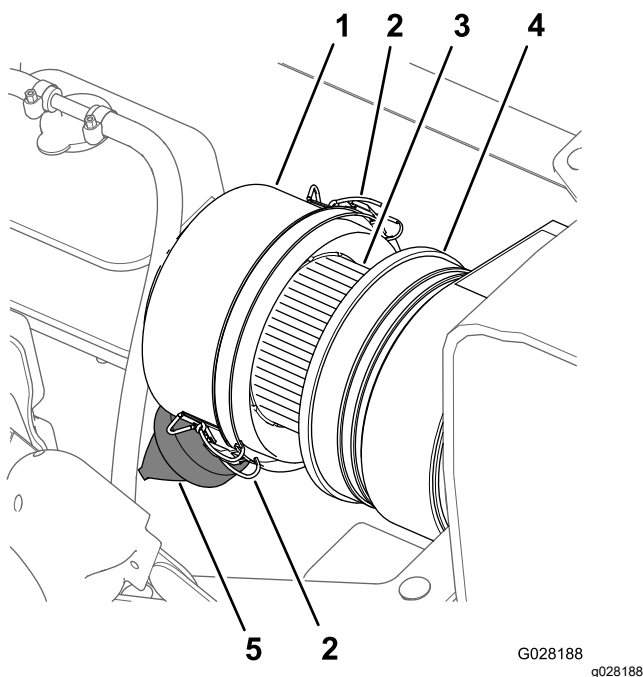
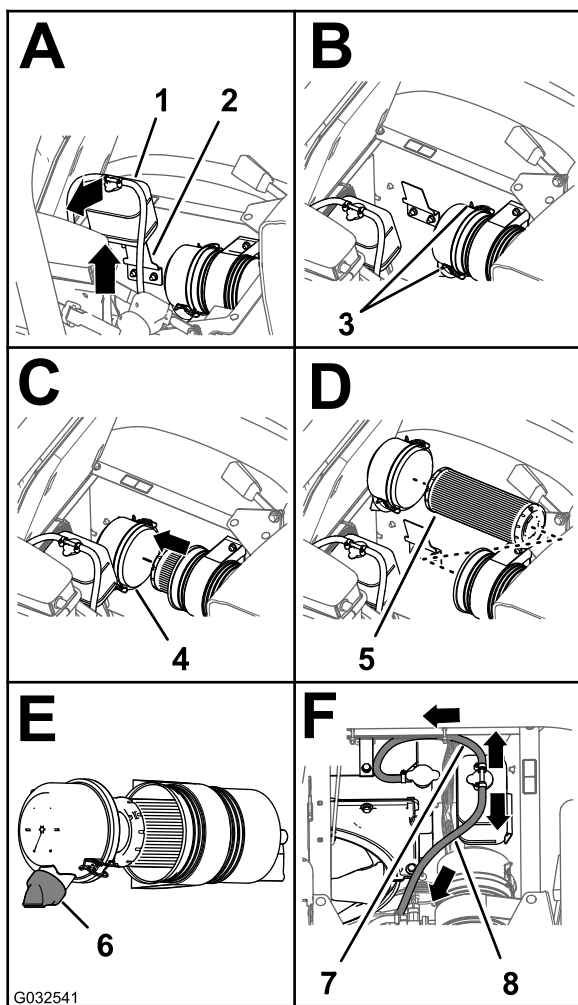

Figure 76
Figure 77
3. Nettoyez le capuchon antipoussière et le boîtier du filtre à air (Figure 76).
5. Pressez la valve à poussière pour éliminer les saletés, la poussière et les débris (Figure 76).
7. Vérifiez que l'élément du filtre à air ne présente pas de dépôts excessifs de poussière, saleté ou débris (Figure 76).
8. Reposez le capuchon antipoussière sur le boîtier du filtre à air et fixez-le en place avec les 2 attaches (Figure 76).
2. Nettoyez le capuchon antipoussière et le boîtier du filtre à air (Figure 76).
3. Soulevez le réservoir de trop-plein de liquide de refroidissement pour le déposer de son support (Figure 77).
4. Recherchez sur le boîtier du filtre à air des dommages susceptibles d'occasionner des fuites d'air (Figure 76).
4. Desserrez les 2 attaches qui fixent le capuchon antipoussière sur le boîtier du filtre à air (Figure 77).
6. Nettoyez l'intérieur du capuchon antipoussière, du boîtier du filtre à air et de la valve à poussière avec un chiffon humide (Figure 76 et Figure 77).
7. Insérez l'élément filtrant dans le boîtier du filtre à air (Figure 77).
8. Reposez le couvercle sur le boîtier du filtre à air et fixez-le en place avec les 2 attaches (Figure 77).
**Remarque:** Vérifiez que la valve à poussière est bien alignée entre les positions 5 et 7 heures vu de l'extrémité (Figure 77).
9. Placez le réservoir de trop-plein du liquide de refroidissement en face de son support et fixez solidement le réservoir (Figure 77).
**Important:** Vérifiez que le flexible de décharge de pression est dirigé vers l'avant et le bas et que le flexible d'évent du réservoir est dirigé vers l'arrière, comme montré à la Figure 77.